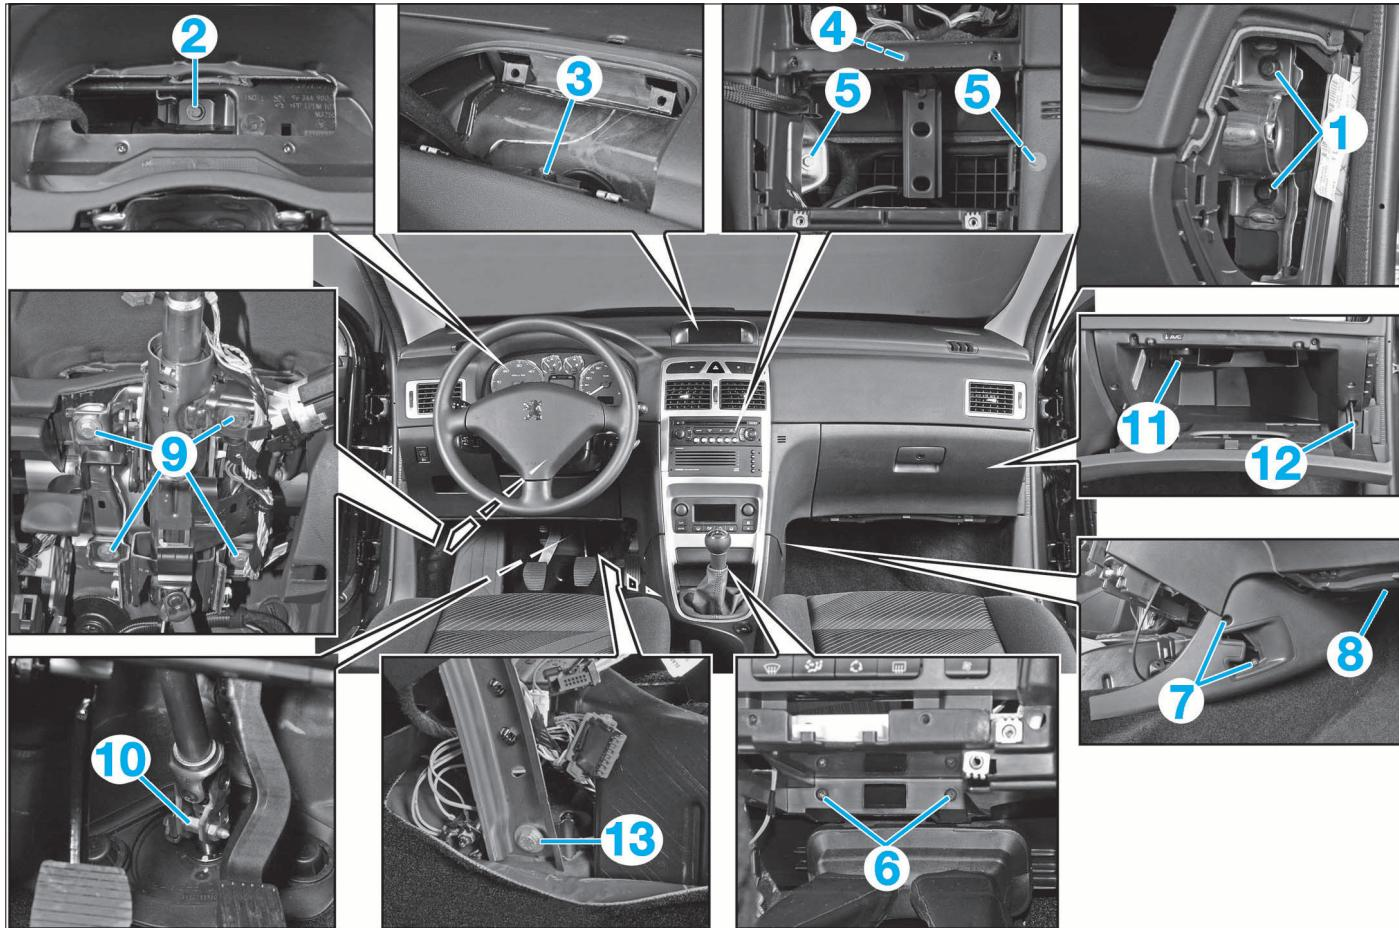

FIG. 34
- A chaque extrémité de la planche de bord, déposer les vis (1) de fixation de la traverse principale (Fig.34).
- Dans le logement du combiné d'instruments, déposer la vis (2).
- Dans le logement de l'afficheur multifonctions, déposer le vis (3).
- Dans le logement du système audio et des aérateurs centraux, déposer la vis (4) et les 2 vis (5).
- A la base de la console centrale, déposer les 2 vis (6).
- De part et d'autre de la console centrale, déposer les flasques maintenus par les vis (7) et le clip (8).
- Déposer les 4 vis (9) de fixation du support de colonne de direction.
- Déposer la vis (10) du cardan d'accouplement et sortir l'ensemble colonne-support.
- Ouvrir la boîte à gants et déposer, dans le fond, la vis (11) et à la base de la charnière droite, la vis (12).
- Au pied du conducteur, déposer la vis (13) de la bâquille de soutien.